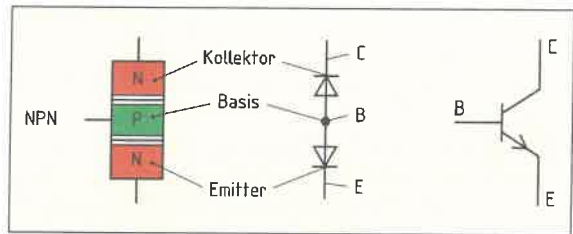

Bild 1: Aufbau eines Transistors
6. Ein NPN-Transistor (**Bild 1**) soll mit einem Widerstandsmesser geprüft werden. Geben Sie an, bei welchen Strecken Durchgang oder kein Durchgang gemessen wird.